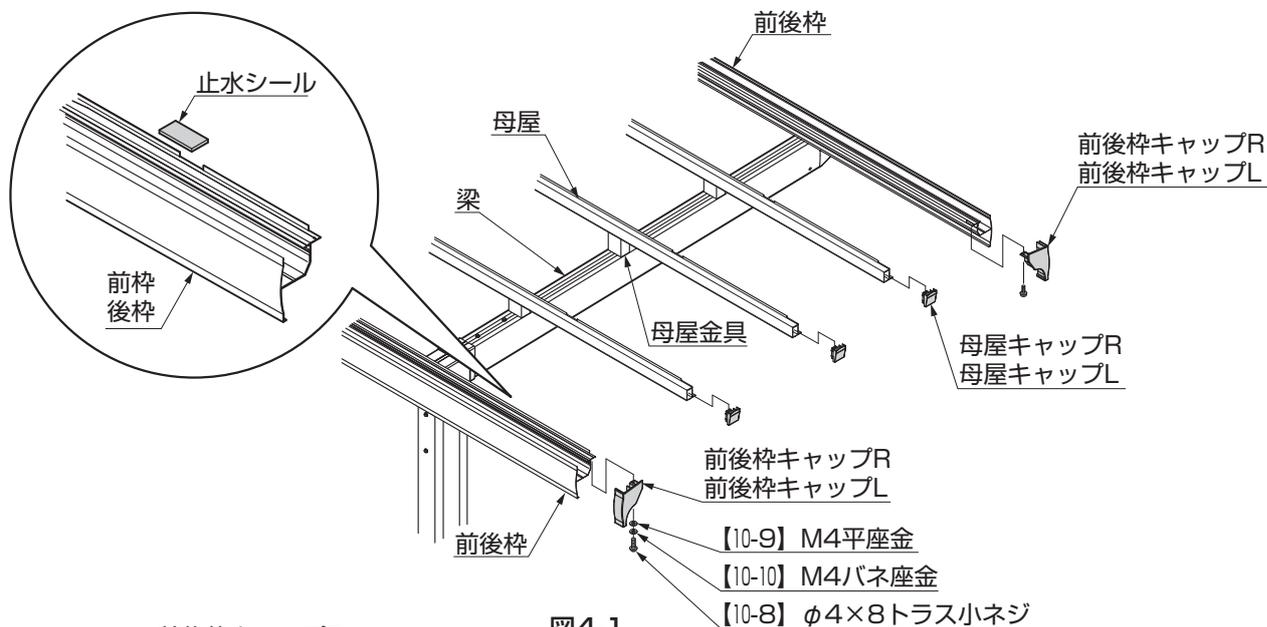

図4-1
- ①前枠・後枠のアーチの取付け部に止水シールを貼付けてください。
- ②前後枠キャップRおよび前後枠キャップLにシーリング材を充てんしてください。(図4-1、図4-2参照)
- ③前後枠キャップRおよび前後枠キャップLを【10-8】、【10-9】、【10-10】で取付けてください。